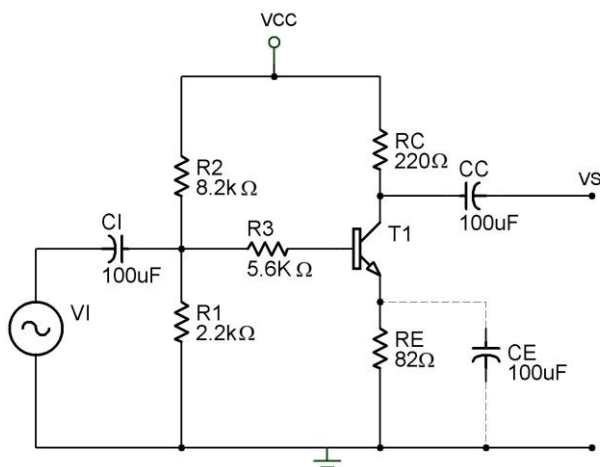

Figura 1.1
El alumno deberá hacer el análisis teórico del circuito de la figura 1.1 antes de realizar la práctica. (Obtenga la β del transistor en las hojas de datos)
2. Desarrollar el análisis teórico de la Figura 1.1 con y sin capacitor de desvío, mismo que deberá ser entregado al profesor del laboratorio a más tardar al inicio de éste (para el valor de $\beta = h_{fe}$ refiérase al Apéndice B)
3. Realizar la simulación del circuito de la Figura 1.1.
1. Arme el circuito mostrado en la figura 1.1. Alimente en CD con 12v y mantenga el generador de funciones apagado.
- a) Grafique las líneas de carga C.D. y C.A. del circuito de la figura 1.1 y obtenga el punto de operación.